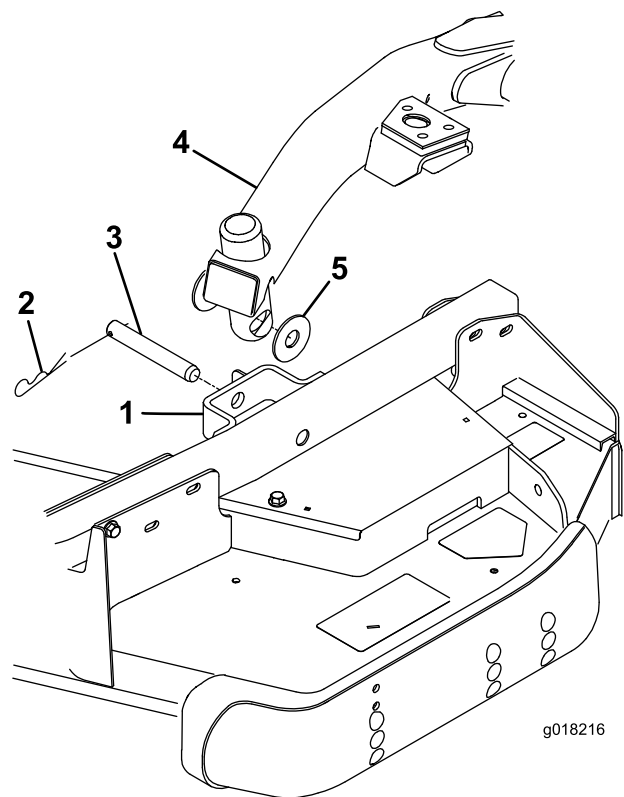

図 4
- カッティングユニットについている各キャスタアーム・ブラケットから、スラストワッシャ2枚、クレビスピン1本、ヘアピンコッター1本を取る（図 4）。
- 昇降スイッチを前位置（フロート位置）にセットする。昇降レバーを押し下げて、昇降アームの穴とキャスタアーム・ブラケットの穴とを整列させる（図 4）。
- スラストワッシャ（2枚）、クレビスピン、ヘアピンコッターを使って、昇降アームをキャスタアームに固定する。スラストワッシャは昇降アームとキャスタアーム・ブラケットの間に入れる（図 4）コッターピンを、キャスタアーム・タブのスロットに差し込んで固定する。